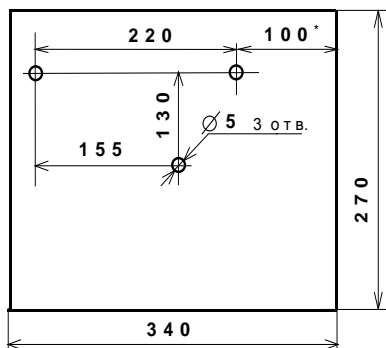

Рис. 1
1.2.14 РИП обеспечивает возможность отключение звукового сигнализатора с помощью кнопки S1 (при открытой крышке РИП), находящуюся на плате см. рис. 1.
3.2.2 Закрепить РИП в удобном месте. Габаритно-установочные размеры указаны на Рис. 1.